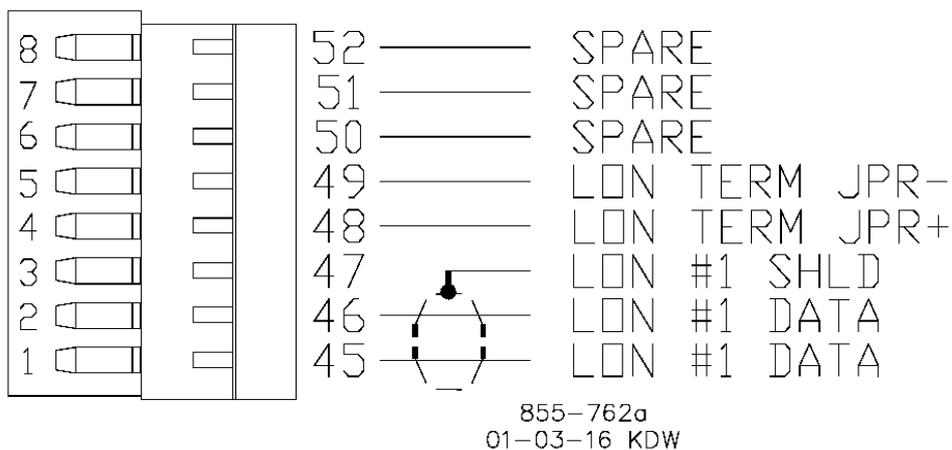

図 6-13. PowerSense ボードの LON インタフェース(配線方法の例)
- LON チャンネル配線に関しては、図 6-13 を参照してください。